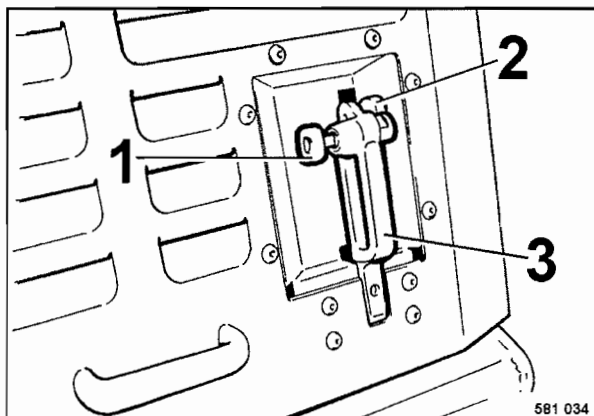

Fig. 46
- Abrir el enclavamiento 1 (Fig. 46).
- Para abrir la caperuza hay que presionar el cerrojo (2) hacia abajo y desplazar la empuñadura (3) hacia atrás.